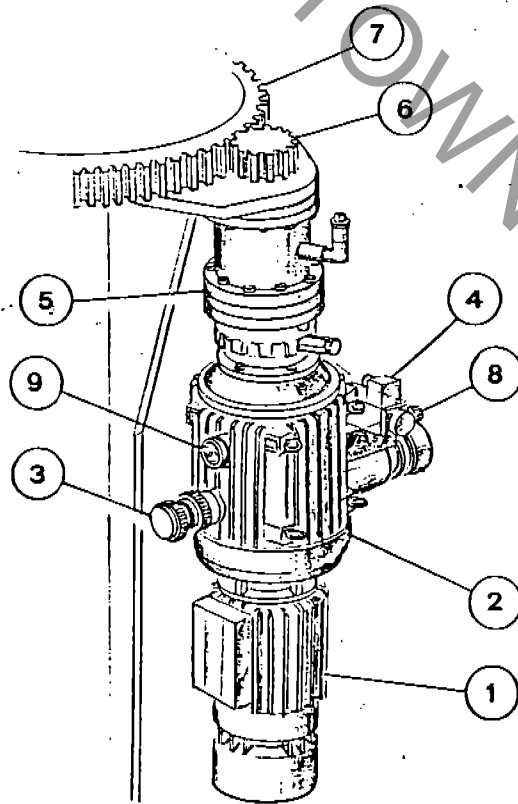

Fig. 13
Attraction rotation is CW; transmission rotation is CCW due to the pinion/crown making. Speed is adjusted by manually setting (without tools) the ring nut corresponding to the CCW rotation (3-Fig. 13).
**NOTE:** when adjusting do not exert force on the adjust ring nut by means of pliers or similar tools; if the ring nut is locked, this means that either the limit stop has been reached or the converter is running at maximum speed as previously set. To set maximum speed, adjust the ring nut (3-Fig. 13) with attraction stationary.
The time required for starting and stopping the attraction is adjusted by means of knob (8-Fig. 13); screw it to increase time, unscrew it to decrease time.
La velocità massima si può regolare da 0 fino a circa 10 giri/minuto. La rotazione della giostra avviene in senso orario; la trasmissione deve girare in senso antiorario per effetto della trasmissione pignone/corona. La velocità si regola agendo con le mani (senza attrezzi) tramite la ghiera corrispondente alla rotazione antioraria (3-Fig. 13).
Per regolare la velocità massima, azionare la ghiera (3-Fig. 13) a giostra ferma.
Il tempo che la giostra impiega ad avviarsi ed a fermarsi si regola agendo sul pomello (8-Fig. 13): avvitandolo il tempo aumenta, svitandolo il tempo diminuisce.
- Check reduction gear (5-Fig. 13) oil level.
- Check converter oil level (9-Fig. 13).
- Check toothed center plate and pinion (6-7-Fig. 13) for lubrication.